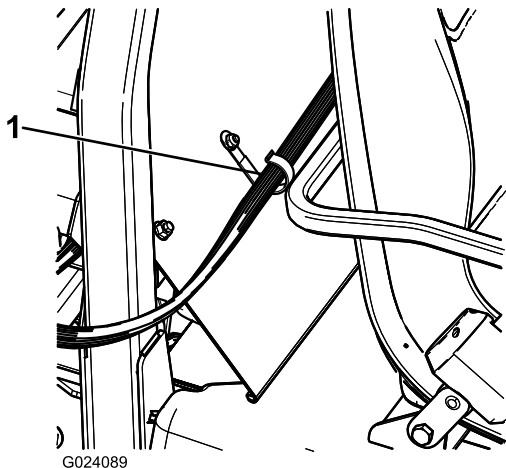

図 22
2. Jクリップ個を助手席の後ろ 図 22 に取り付ける ボルト  $\frac{1}{4} \times \frac{1}{2}$ "1本とフランジナット  $\frac{1}{4}$ "1個を使用する。
3. Jクリップを使って、コントロールコンソールのハーネスを、コンソールとROPSカバーに固定する (図 22)。